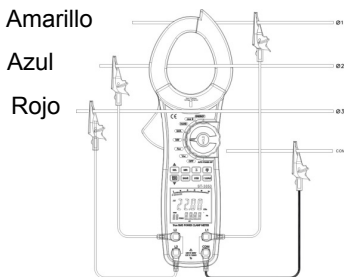

Figura 6. Conexión
3. Método de conexión (ver figura 6, 7, 8):
En la figura 6 : $W = W1 + W2 + W3$.
Para el método de conectar 4 conductores trifásicos ó 3 conductores, consulte la figura 6 y 15
3. Para el método de conexión de los 4 cables de trifásica y los 3 cables de trifásica, vea la figura 6 y 15, y seguir el proceso del apartado C.